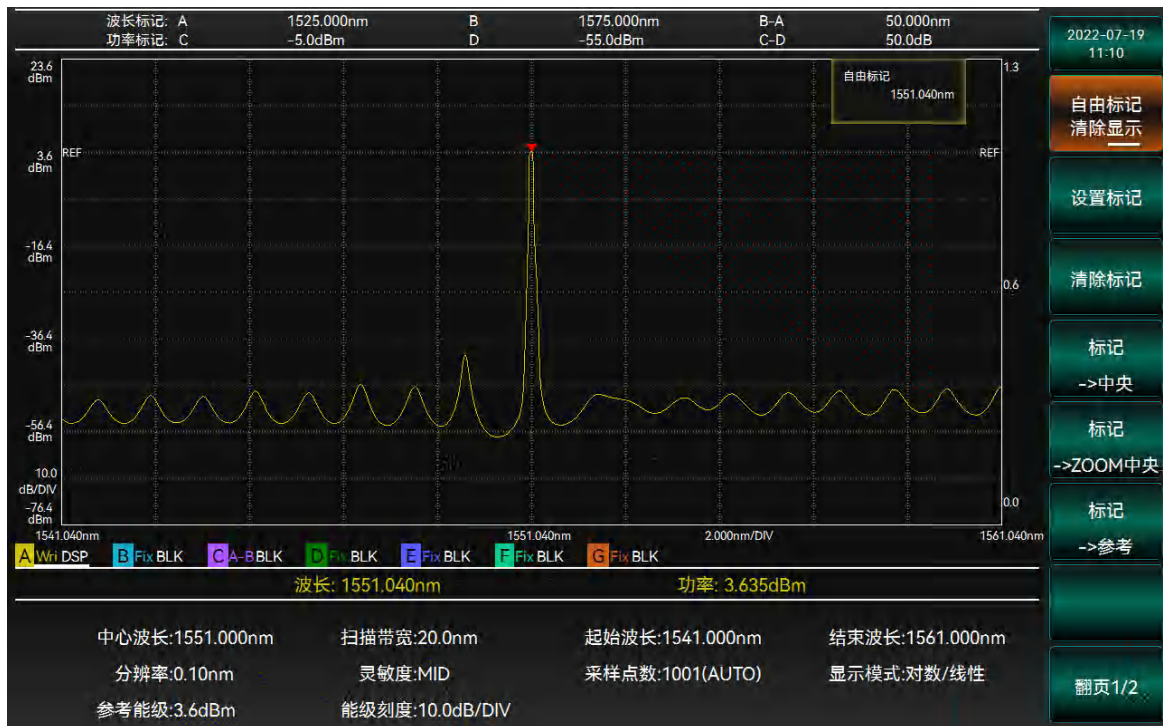

图 3-37 设置自由标记示意图
4. 若需要使标记线不再显示，可以再次选择【自由标记】选项，标记线状态将切换为“清除”。自由标记线的设置如图 3-37 所示。